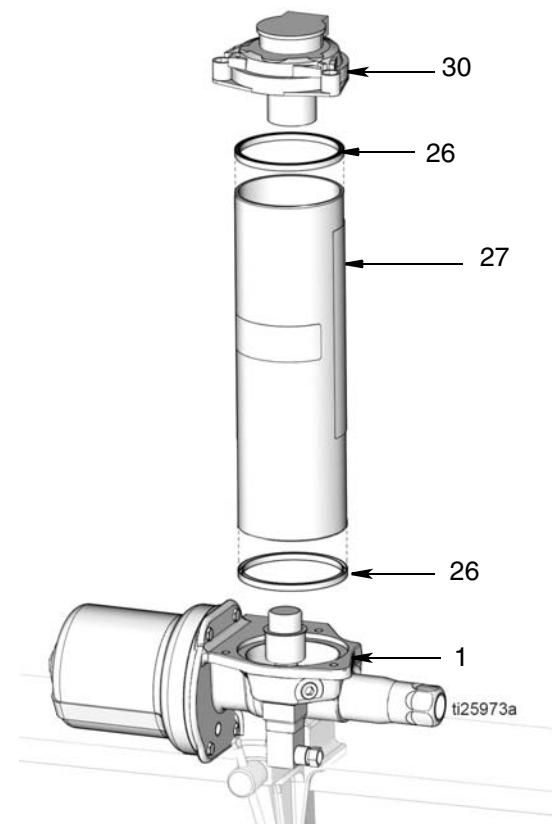

图 15
11. 从泵底座（1）上拆下液箱（27）（图 15）。如果更换液箱垫圈（26），从液箱上拆下垫圈。根据正确处置的所有相关规定，处置垫圈。